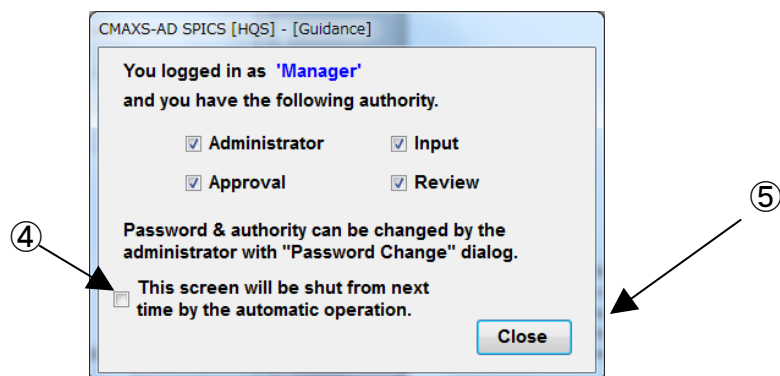

図 3-2-2 Guidance ダイアログ
- (3) ログインすると"Guidance ダイアログ"(Fig.3-2-2)が表示されますので、ユーザー名と権限を確認してください。
- (4) チェックボックスをチェックすると、次回の起動から"Guidance ダイアログ"ではなく"Menu 画面"が表示されるようになります。